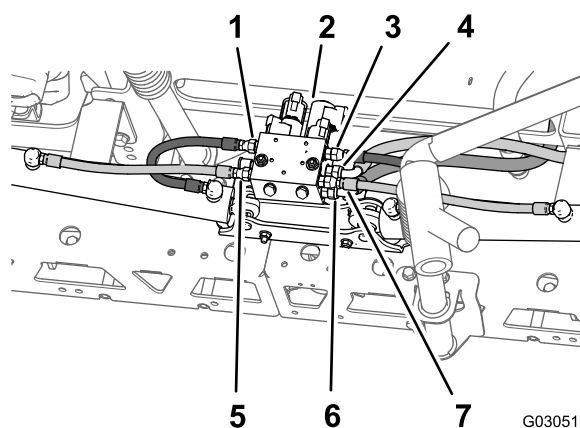

Рисунок 62
2. В задней части машины снимите гидравлические шланги, расположенные между коллектором подъема стрелы и гидравлическим цилиндром (Рисунок 62).